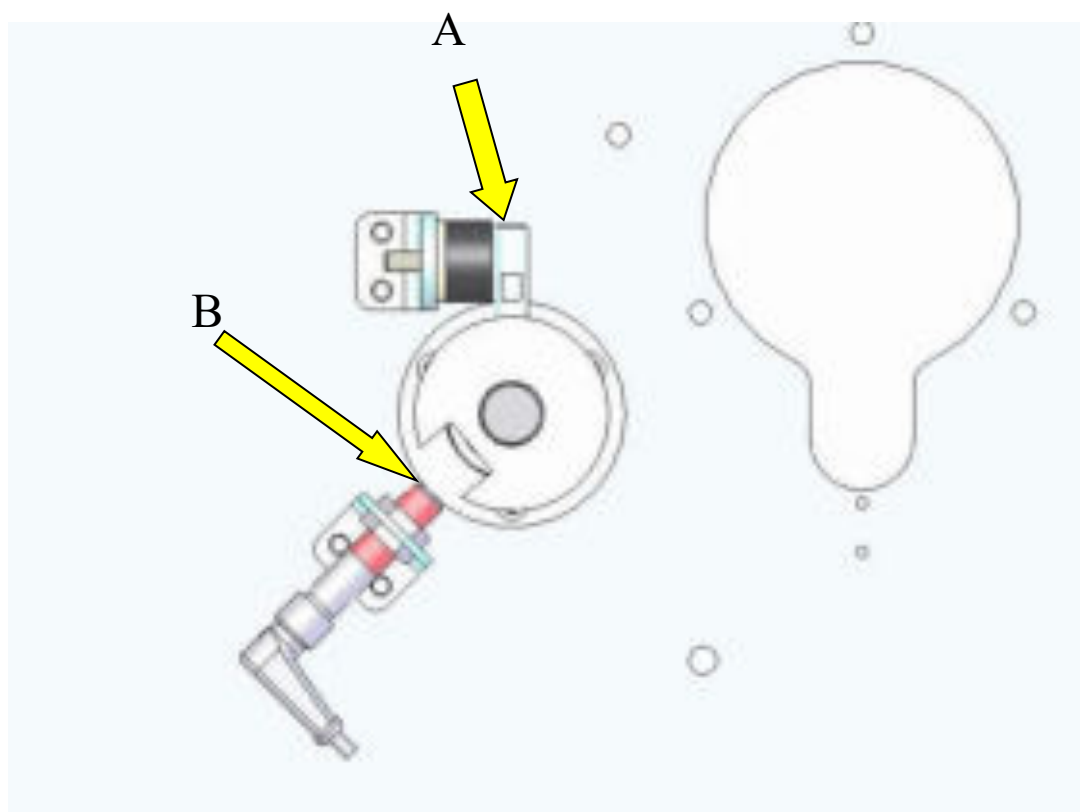

Figure 6
- Positionner le levier d'arrêt en butée contre le l'amortisseur (**fig. 6, Réf. A**), dans cette position le détecteur de rupture film ne doit pas être activé (**fig. 6, Réf. B**).